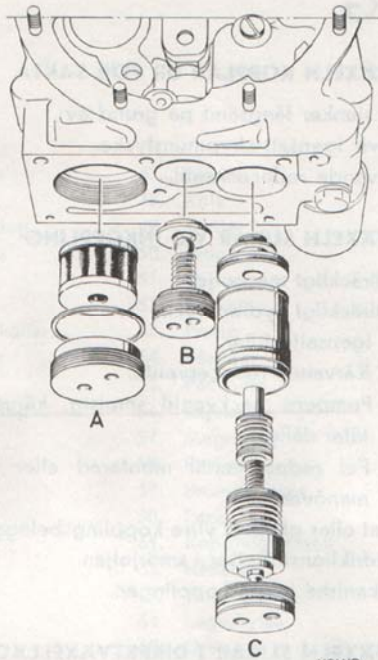

Bild 33. Montering av finfilter (A), oljepumpens backventil (B) samt reducerventil (C)
1. Montera finfiltret. Montera även reducerventi-lens delar i följande ordning: ändbricka, cylin-der, mindre kolvenhet, lågtrycksfjäder, större kolvenhet och propp, se bild 33.